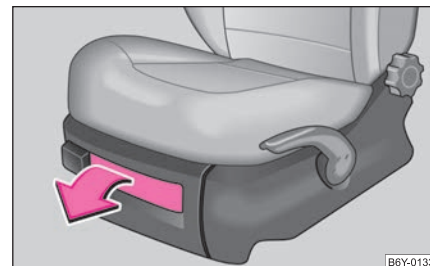

Fig. 79 Siège avant:
- Pour ouvrir le couvercle, le faire basculer et le tirer ⇒ fig. 79